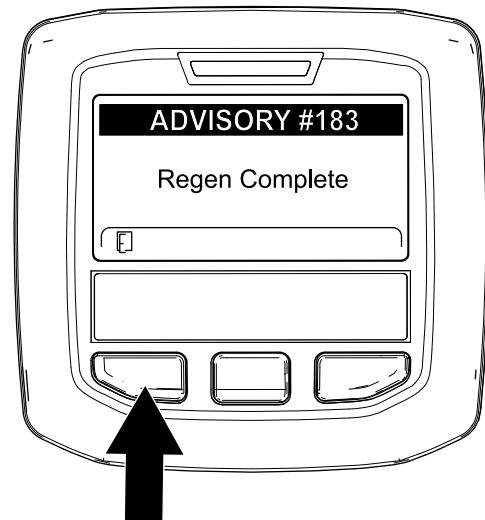

Figure 59
9. Quand le calculateur moteur achève une régénération en stationnement ou une d'urgence, l'InfoCenter affiche l'AVIS N° 183 (Figure 59). Appuyez sur le bouton gauche pour revenir à l'écran d'accueil.
Remarque: Si la régénération échoue, l'InfoCenter affiche l'avis n° 184 (Figure 59). Appuyez sur le bouton gauche pour revenir à l'écran d'accueil.